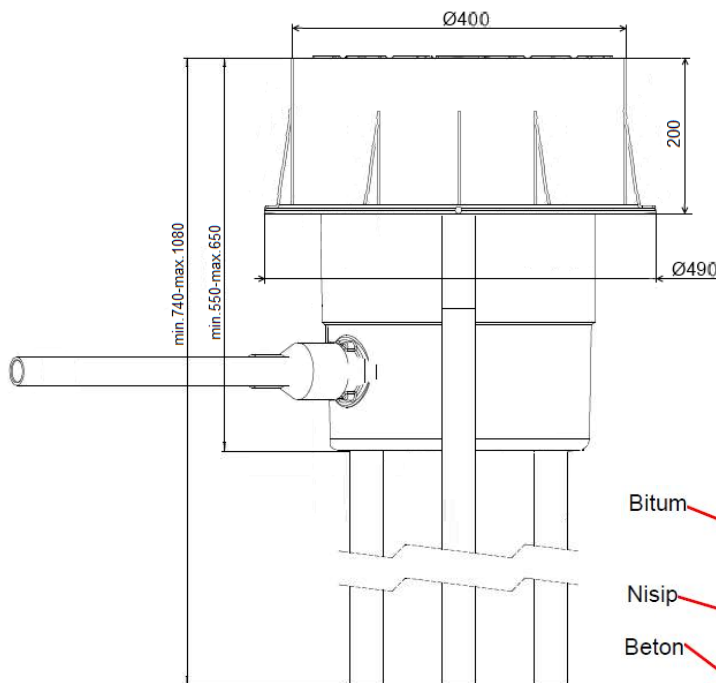

Fig. 2
2. Dimensiuni de gabarit conform Fig. 2.